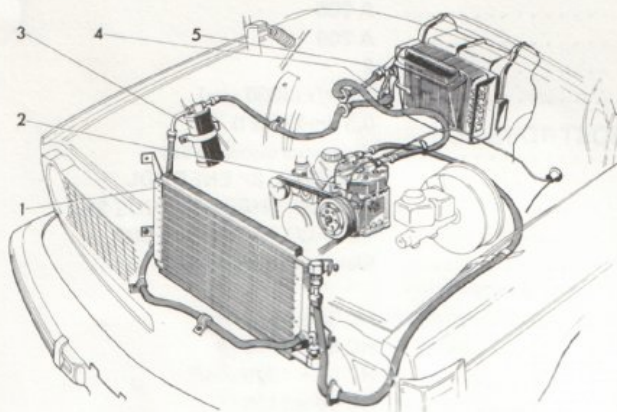
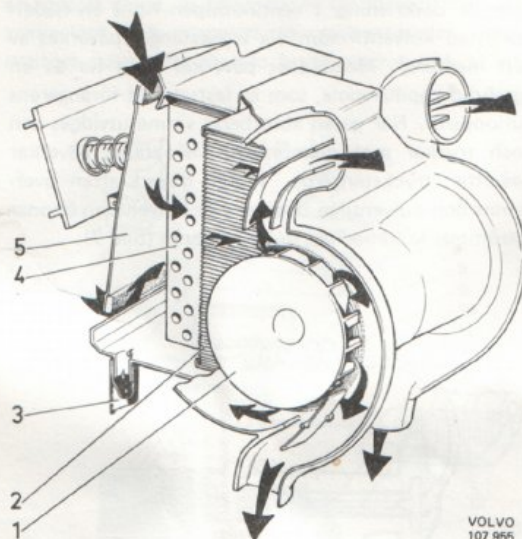
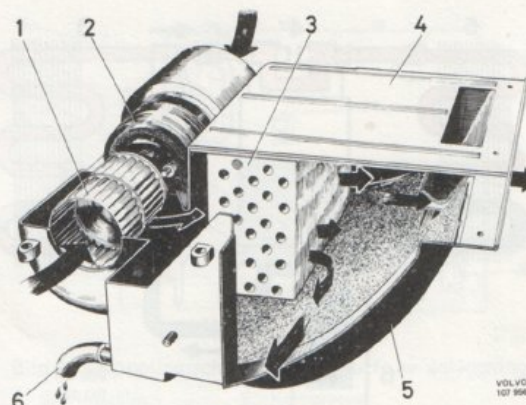

Bild 2. Kylanläggning monterad i 140
Bild 4. Förångarens placering i vagnar med kombinationsanläggning
Bild 5. Förångaraggregat tid.utf.
Kylanläggningen som används i Volvo är av kompresortyp, varmed menas att köldmediecirkulationen ombesörjs av en kompressor. Anläggningen uppdelas i huvudkomponenterna: kondensorn (1 bild 2), kompressorn (2), torkaren (3), termostatiska expansionsventilen (4) och förångaren (5). Förångaren och expansionsventilen är placerade framför värmesystemets cellpaket inne i kupeutrymmet, och de övriga komponenterna i motorrummet. Distributionen av den kalla luften sker med hjälp av samma fläktmotor och luftkanaler som för värmesystemet (bild 4). I vagnar äldre än 1973 års modell är förångaren och en särskild fläktmotor inbyggda i en separat enhet, vilken placerats under instrumentbrädan (bild 5).